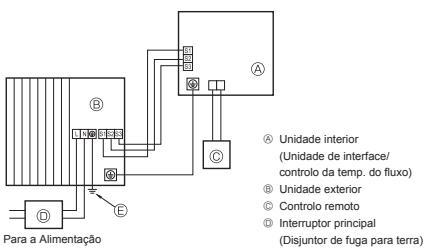
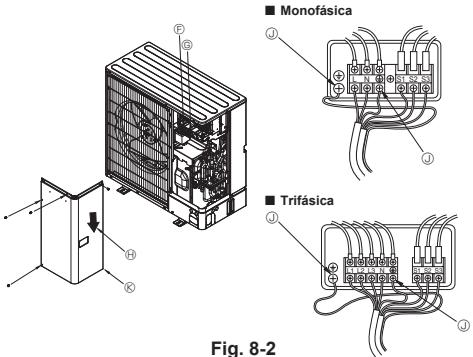

Fig. 8-1
Fig. 8-2
### 8.1. Unidade exterior (Fig. 8-1, Fig. 8-2)
- ① Remova o painel de manutenção.
- ② Ligue os cabos consultando a Fig. 8-1 e a Fig. 8-2.